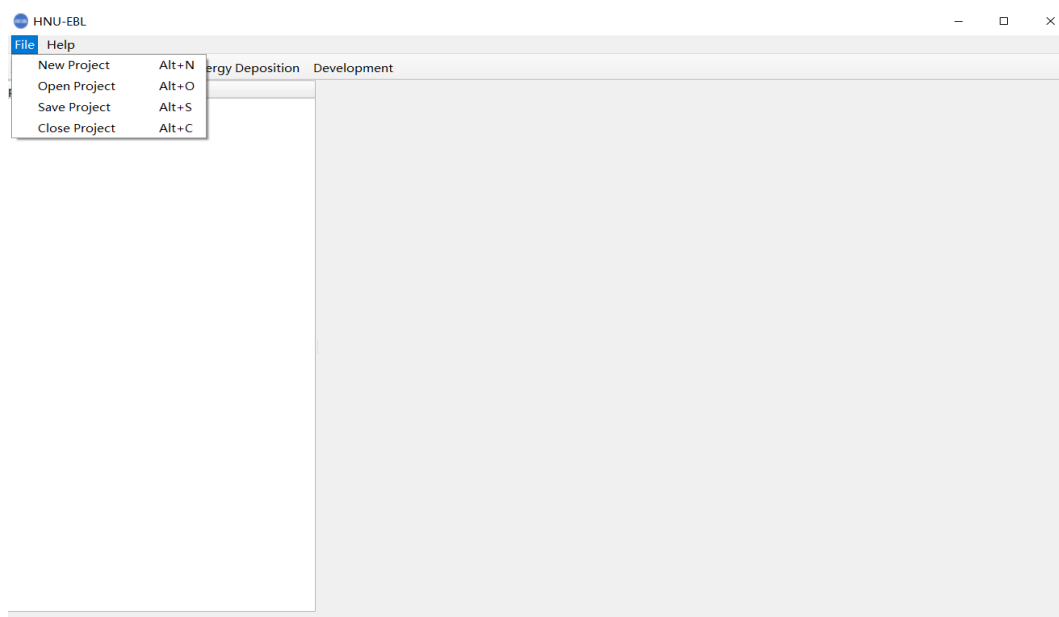
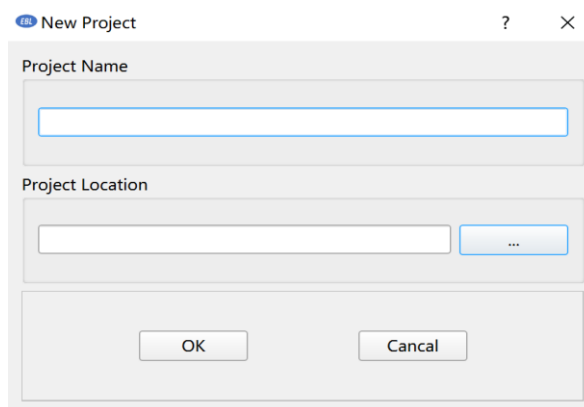

图 2.1.1 软件主界面
图 2.1.2 新建工程界面
(1) 打开软件，顶部工具栏“File”下有“New Project”、“Open Project”、“Save Project”、“Close Project”，点击“New Project”新建工程（如图 2.1.1），并填写工程名和工程保存位置（如图 2.1.2）。也可以点击“Open Project”打开已有的“.hnu”工程。（注意：路径只能含有英文字母和符号，不能含有中文）